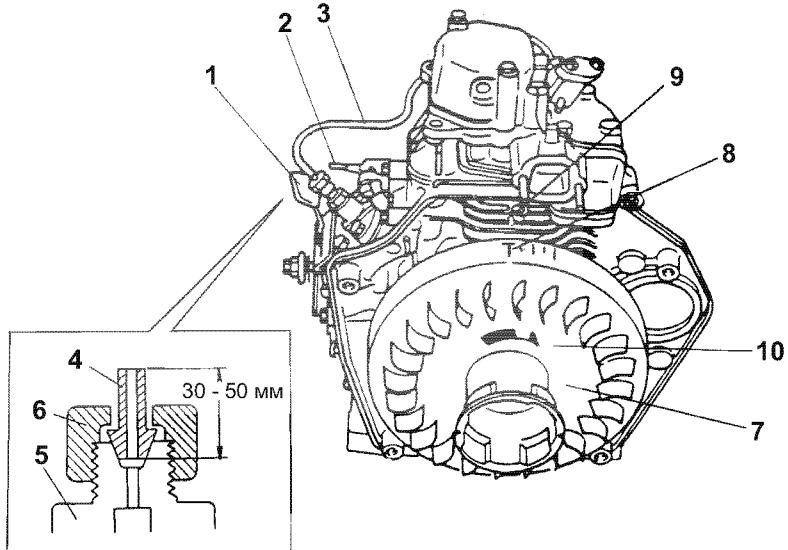

Рис. 37
2. Установите рычаг регулировки (Рис. 37, (1)) в положении RUN (РАБОТА).
3. Установите рычаг сброса давления (Рис. 37, (2)) в положение сброса давления.
4. Снимите топливопровод высокого давления(Рис. 37, (3)).
5. Прикрепите трубку для тестирования впрыска (Рис. 37, (4)) к корпусу нагнетательного клапана (Рис. 37, (5)) топливного насоса с помощью гайки (Рис. 37, (6)).
6. Установите отметку Т (Рис. 37, (8)) на маховике (Рис. 37, (7)) соответственно пазу (Рис. 37, (9)) охлаждающего ребра (верхняя мертвая точка сжатия). Убедитесь, что топливо впрыскивается, когда маховик при вышеописанном условии, перемещается на 30 градусов назад и вперед.
7. Поверните маховик в направлении стрелки(Рис. 37, (10)) и проверьте момент впрыска θ (угол между отметкой Т и U-образным пазом), остановив маховик во время впрыска топлива из трубки для тестирования впрыска.